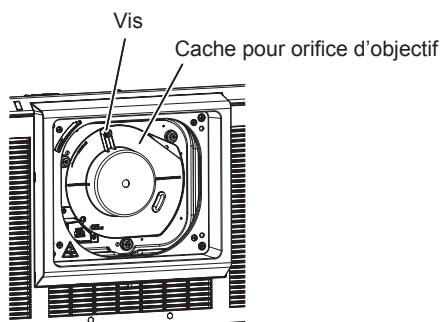

Fig. 1
- 1) **Desserrez la vis de fixation du cache pour orifice d'objectif. (Fig. 1)**
2) Retirez l'objectif de projection en le tournant dans le sens antihoraire tout en appuyant sur la touche de déblocage de l'objectif. (Fig. 1)